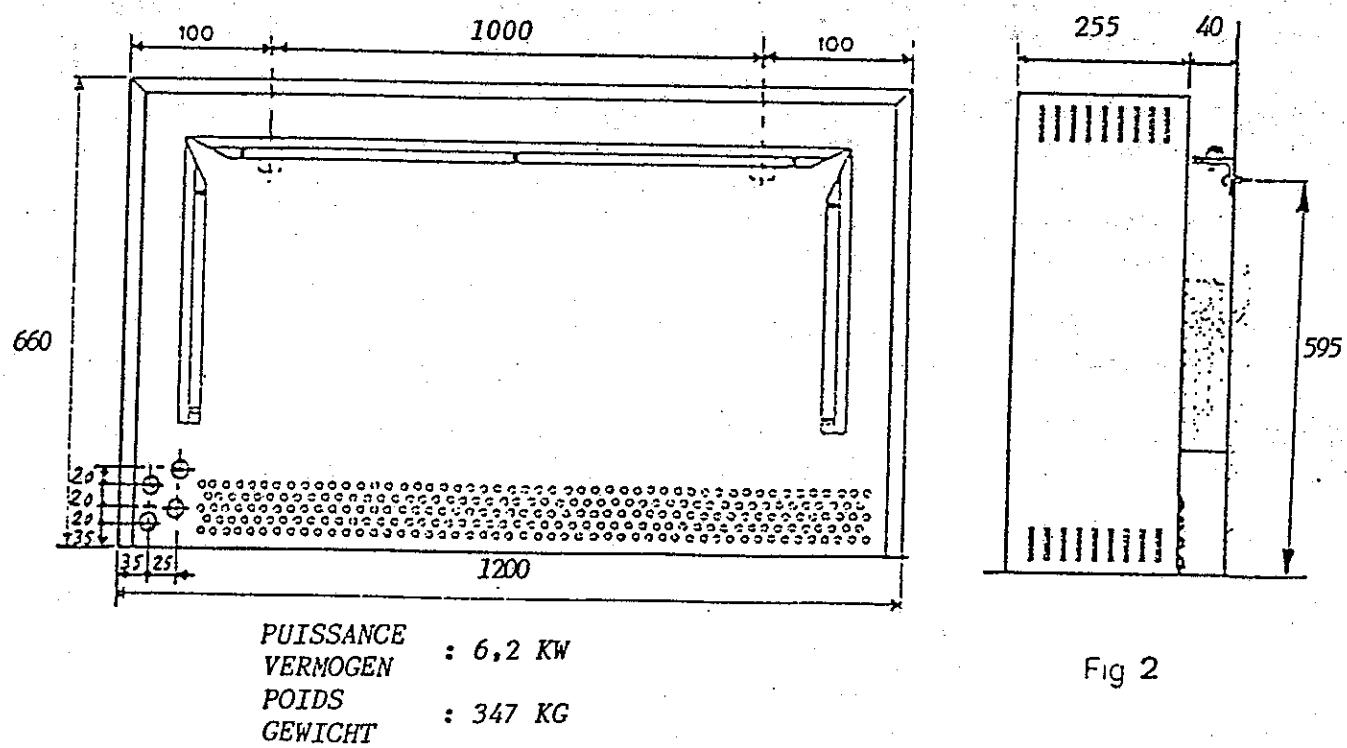

Fig. 2
*On tiendra l'appareil écarté du mur en utilisant le distancier prévu à cet effet (fig. 2) et on veillera à bien dégager l'entrée et la sortie d'air.*
*Het toestel moet van de muur verwijderd opgesteld worden met gebruikmaking van het hiervoor voorziene afstandsstuk (fig. 2) terwijl erop gelet moet worden in- en uitlaat van de lucht goed vrij te houden.*
1. *Enlever le panneau latéral droite (H) fixé par 2 vis (I).*
2. *Enlever l' ensemble tablette (A) et panneau latérale gauche, fixée par 2 vis I.*
3. *Enlever le couvercle (E) en prenant soin au panneau isolant G microtherm qui se placera au stade final du montage directement sur les briques de fermeture du noyau.*
4. *Enlever le panneau isolant (laine de roche) supérieur (F).*
7. *Pour la fixation au mur, forer 2 trous de Ø 6 mm à une hauteur de 595 mm (voir fig. 2). Fixer les équerres au mur en utilisant les vis et les chevilles fournies avec l'appareil.
7. *Voor de bevestiging tegen de muur, 2 gaten met een diameter van 6 mm boren, op een hoogte van 595 mm (zie fig. 2). De bevestigingshoeken tegen de muur aanbrengen met gebruikmaking van de bij het toestel geleverde schroeven en pluggen.